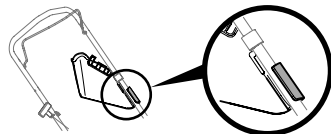

Figura 15
**NOTA:** Algunos canales de descarga lateral incluyen un sujetador para asegurar el canal de descarga a la manija. Si se incluye, el canal de descarga lateral puede asegurarse a la manija cuando no está en uso (Figura 15).